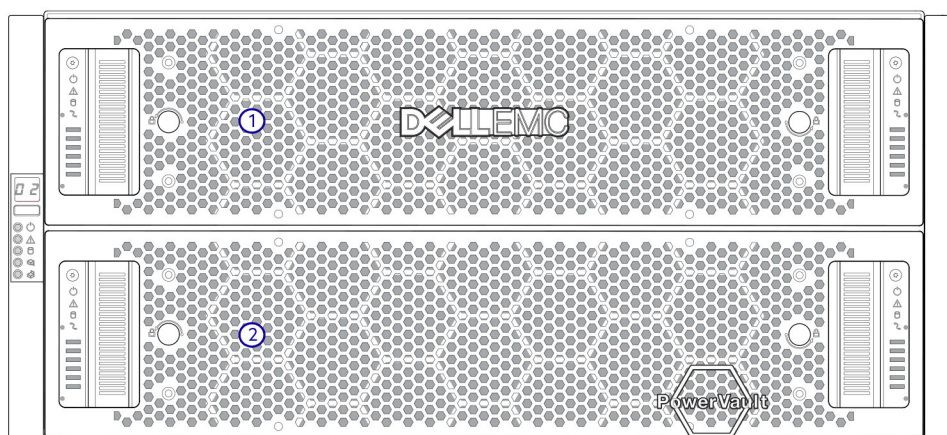
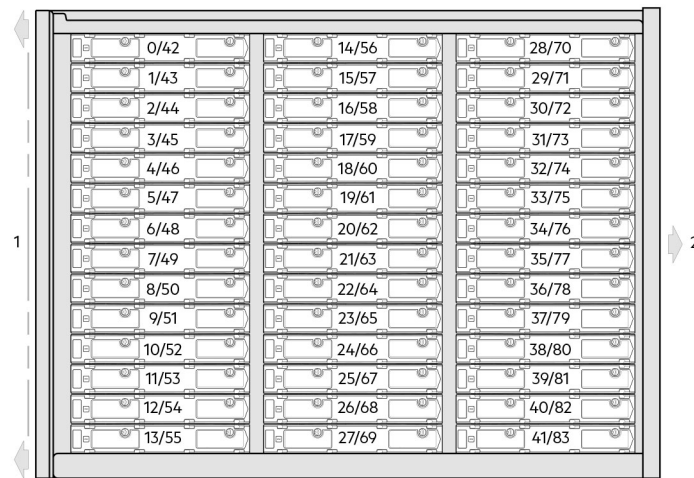

Figure 19. Boîtier 5U84 : composants du panneau avant
Figure 20. Système du boîtier 5U84 : vue en plan du tiroir (accès depuis le panneau avant)
Figure 19. Boîtier 5U84 : composants du panneau avant L'image Figure 20. Système du boîtier 5U84 : vue en plan du tiroir (accès depuis le panneau avant) illustre les emplacements des composants (ainsi que l'indexation des emplacements des pièces remplaçables par le client) relatifs au boîtier 5U84, son panneau avant avec tiroirs et son panneau arrière.
- Châssis 5U84 configuré pour accueillir jusqu'à 84 disques grand format dans les supports DDIC : voir Figure 20. Système du boîtier 5U84 : vue en plan du tiroir \(accès depuis le panneau avant\).
À l'avant du boîtier, deux tiroirs peuvent être ouverts et fermés. Chaque tiroir donne accès à 42 emplacements de modules DDIC (Disk Drive In Carrier). Les modules DDIC sont montés par le haut dans les tiroirs, comme illustré dans Figure 20. Système du boîtier 5U84 : vue en plan du tiroir \(accès depuis le panneau avant\). De plus, l'avant du boîtier comporte les voyants d'état/activité du boîtier et du tiroir.